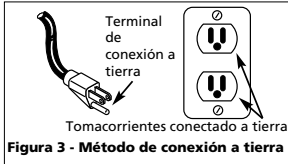

Figura 3 - Método de conexión a tierra
1. Este producto está diseñado para circuitos nominales de 120 voltios y tiene un enchufe para conexión a tierra similar al de la Figura 3. Cerciórese de conectarlo a un tomacorrientes cuya configuración sea similar a la del